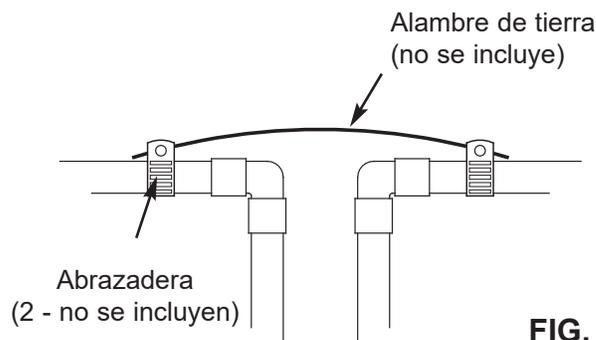

FIG. 7
- Instale un cable de cobre calibre 4 a través de la sección de la tubería principal de agua que se retiró, fijándolo firmemente con abrazaderas a ambos extremos (vea la Fig. 7). (No se incluyen las piezas).